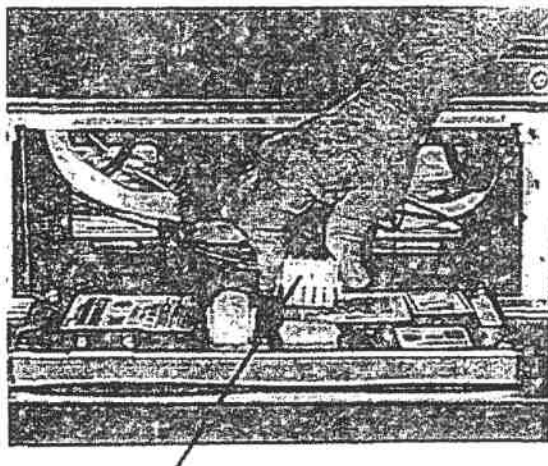

Figura 1
3. Desconecte a fiação da tomada na parte de trás do computador. (Veja a Figura 1)